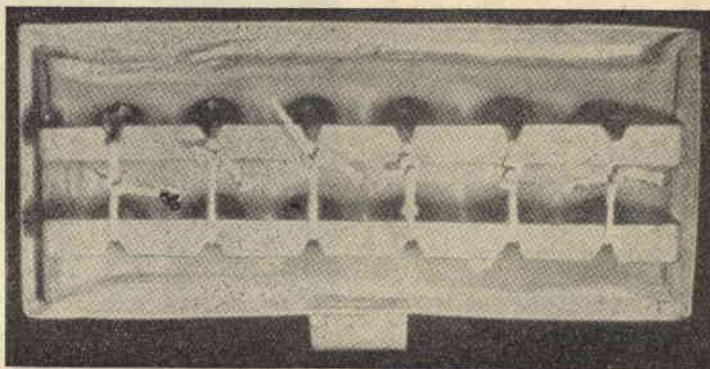

Fig. 20 - Ecco il fissa stoppini in opera: nulla di più semplice e di più efficace
**Passo 1** - Fissate tutti gli stoppini come illustrato in fig. 20.